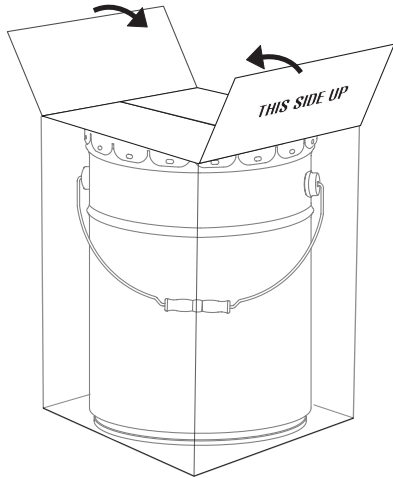

Figure 3
6. Pliez les rabats sur le dessus de la boîte de façon à ce qu'ils se rejoignent. « THIS SIDE UP » (Ce côté vers le haut) doit être visible à l'extérieur de la boîte. (Voir Figure 3)